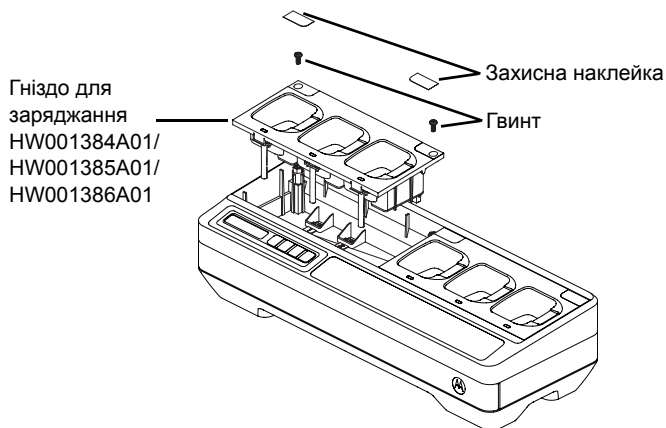
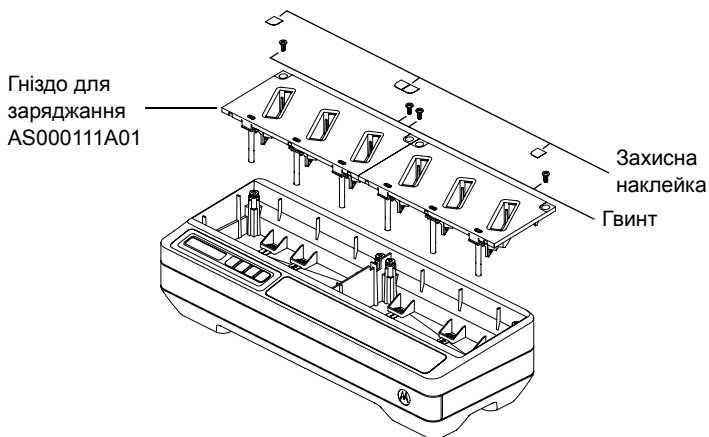

Рис.24. Установлення й виймання гнізда для заряджання HW001384A01/HW001385A01/HW001386A01
Рис.25. Установлення й виймання гнізда для заряджання AS000111A01
4. Вийміть кабель гнізда для заряджання, потягнувши роз'єм угору (див. Рис. 24 і Рис. 25).